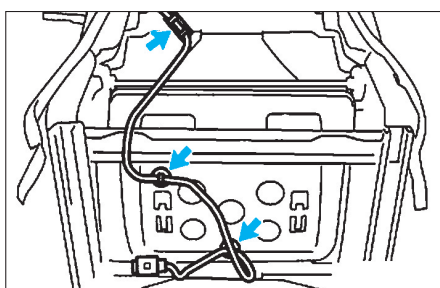

FIG. 11
- Détacher les agrafes afin de libérer le faisceau (fig. 11).